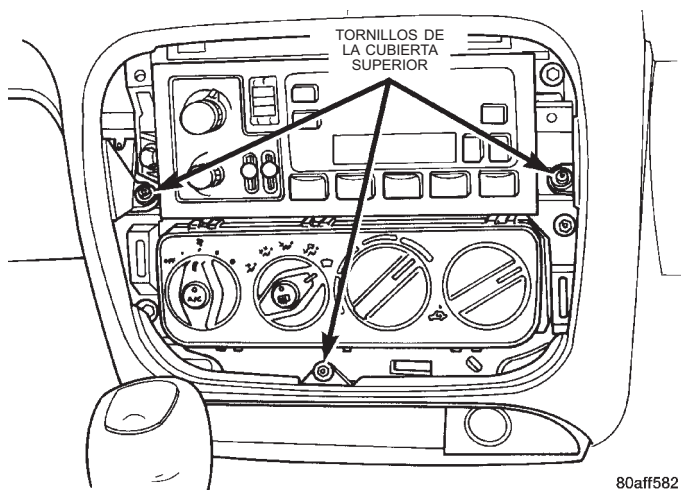

Fig. 21 Cubierta superior del tablero de instrumentos—Centro
(8) Retire los tornillos que fijan la cubierta superior del tablero de instrumentos al centro de dicho tablero (Fig. 21).